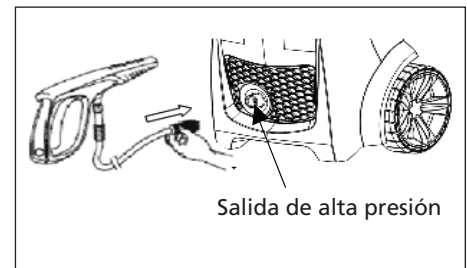

Figura 16 - Conecte la manguera de alta presión a la salida de alta presión (solo modelo PW1825)
5. Conecte la manguera de alta presión a la salida de alta presión (ver la figura 16).
10. Conecte la manguera de alta presión a la salida de alta presión (ver la figura 16).